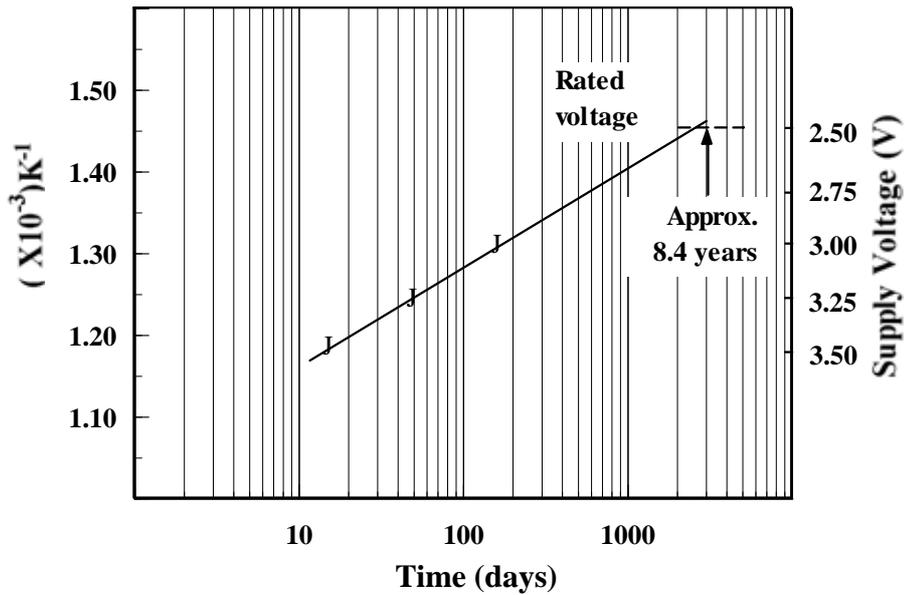

图 8 NAP—50A 的根据超额定电压负荷后从零开始漂移的寿命预测图
(1) 超额定电压加速试验 (图 8)
把传感器加上额定电压的 120、130、140% 的电压放置 (常温、常湿), 定期用额定电压进行测定空气环境下的输出值。图 8 的情节是从初期值开始每变动 5mV 时所经过的时间作为横轴, 纵轴右边是电源电压, 左边是表示单元温度的倒数。